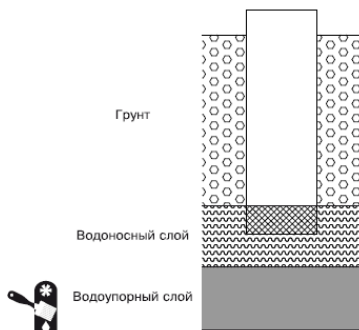

Рис. 1.2. Несовершенный колодец
- ✓ несовершенные – в таком колодце дно шахты не достигает водоупорного пласта, а снабжение колодца водой происходит через стенки и/или дно шахты (Рис. 1.2);